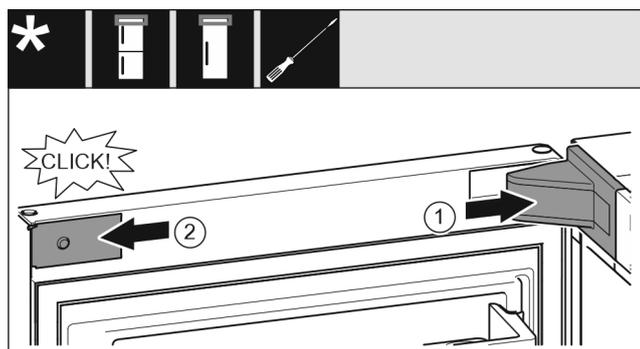

Fig. 22
- ▶ 放上并插入托架盖 Fig. 22 (1), 如有必要小心地按压分开。
- ▶ 将隔板 Fig. 22 (2) 放置到侧面并插入。